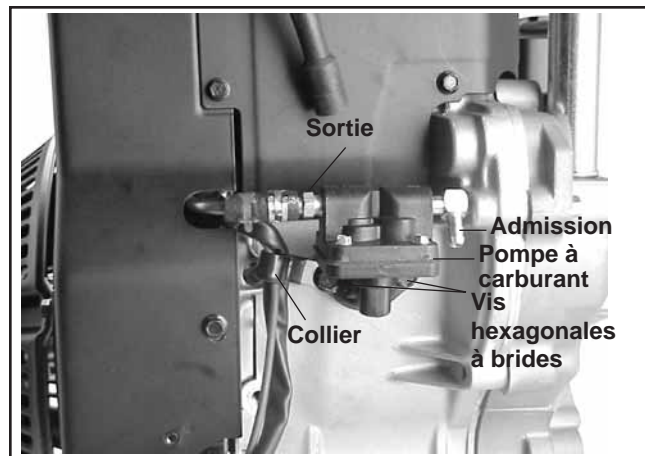

Figure 11-46. Installation de la pompe à carburant.
1. Installer la canalisation en caoutchouc et deux colliers de serrage à l'extrémité de la pompe à carburant de la canalisation de carburant métallique. Fixer la canalisation de carburant en caoutchouc à la canalisation de carburant métallique avec l'un des colliers de serrage. Voir la figure 11-46.